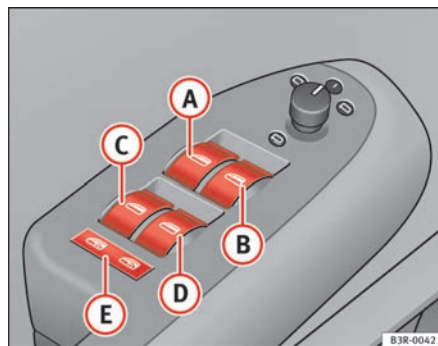

Fig. 78 Dettaglio della porta del conducente: Comandi
- (A) Interruttore ⇒ fig. 78 per il finestrino della porta del conducente
- (B) Interruttore per il finestrino della porta del passeggero
Con l'interruttore di sicurezza ⇒ pag. 110, fig. 78 **E** si possono disattivare gli interruttori delle porte posteriori. Così si possono azionare i finestrini dai sedili posteriori soltanto se l'interruttore è premuto.